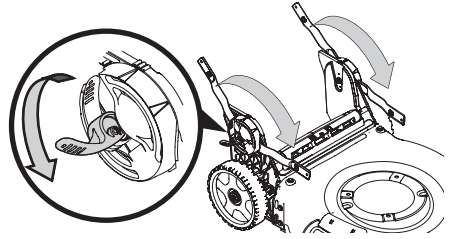

Figura 7
2. Destrahe las dos palancas de liberación de manija. Vea el recuadro de la Figura 7.